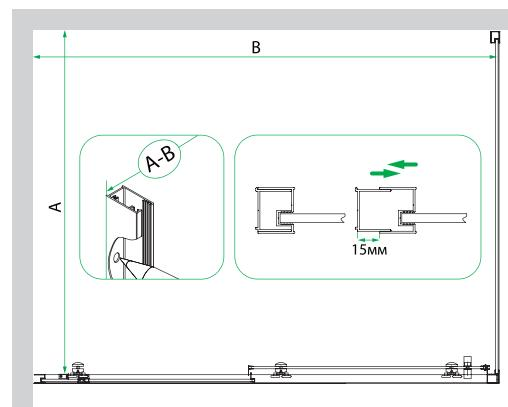

Рис. 5/5-сур.
- Произведите разметку душевой зоны в углу ванной комнаты на стене и на полу (рис. 5).